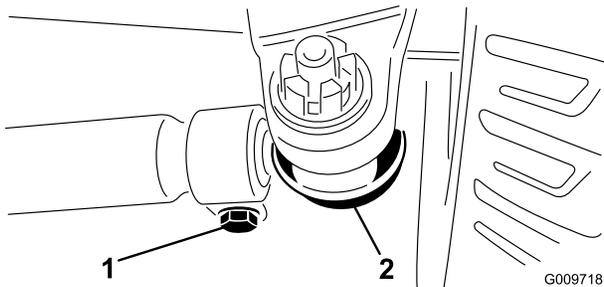

Figura 68
2. Para ajustar, remova o contrapino e a porca de cada uma das rótulas da barra de ligação. Remova a junta da barra de ligação do suporte do eixo (Figura 68).
3. Desaperte as abraçadeiras que estão em ambas as extremidades das barras de ligação (Figura 68).